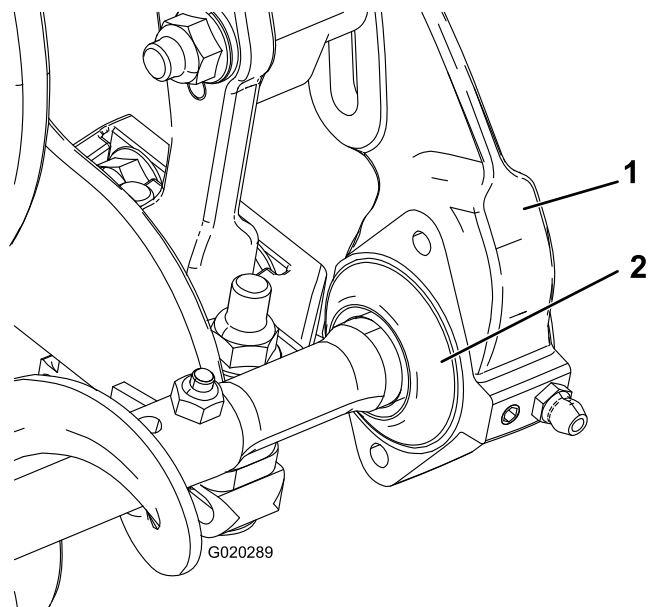

Figure 14
19. Faites glisser chaque joint d'étanchéité vers l'extérieur jusqu'à ce qu'il soit légèrement en contact avec chaque logement de roulement (Figure 14).